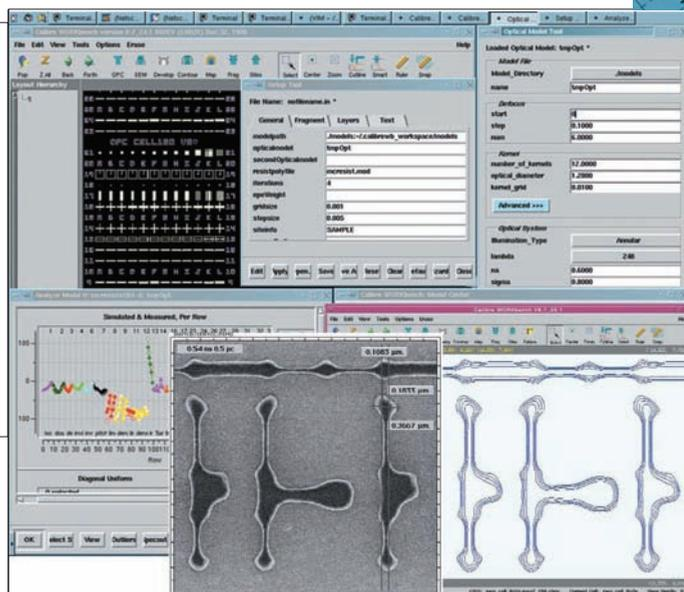

Рис.7. Сравнение геометрии, полученной в результате моделирования, с данными сканирующего микроскопа
- модуль **Calibre WORKbench** – ориентированная в основном на технологов специализированная среда для создания моделей технологического процесса и файлов настройки технологического оборудования. Calibre WORKbench позволяет создавать тесты для постпроизводственного тестирования и измерения параметров. Модуль имеет встроенные средства визуализации топологии и процесса моделирования фотолитографии. Сравнение изображений, полученных в результате моделирования и с помощью сканирующего микроскопа, показывает высокую достоверность результатов (рис.7).